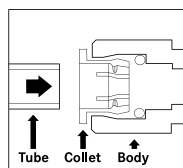

Fig.1
- ▶ Rør skal monteres i en ret vinkel (fig. 1).